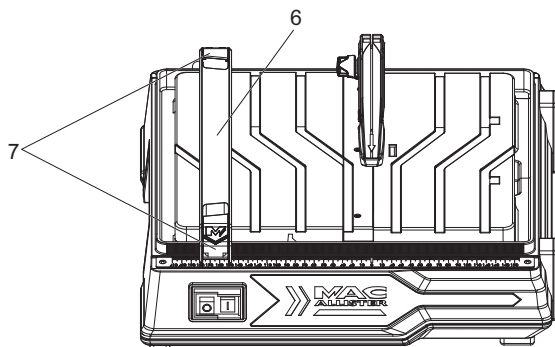

Fig. 13
- > Installez la table à extension en place, comme indiqué sur la Fig. 13.